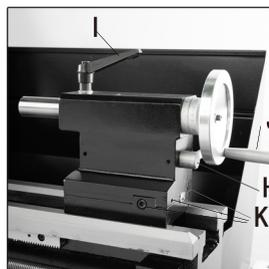

图16
17. 尾座紧固螺丝(H, 图16)
18. 尾座套筒夹锁紧手柄(I, 图16)
19. 尾座套筒手轮(J, 图16)
20. 尾座调整螺钉(K, 图16)